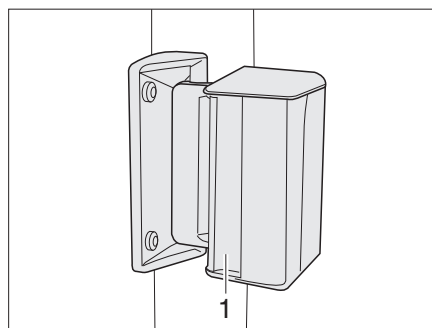

Fig. 16 Finestra scorrevole
- Premere la maniglia (Fig. 16,1) e spingerla o tirarla contemporaneamente in avanti o indietro.